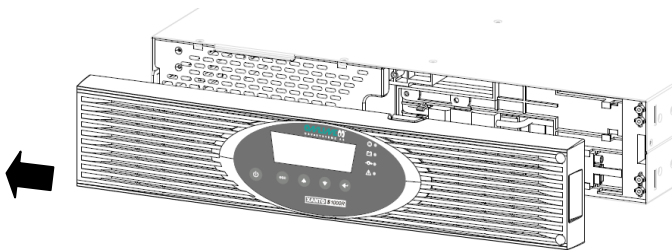

Figura 16: Rimozione del pannello frontale dall'UPS
1. Rimuovere il pannello frontale dell'UPS (vedi Figura 16). Per rimuovere il pannello, allentare e rimuovere entrambe le viti sul lato destro del pannello. Afferrare il pannello da due lati, spingerlo verso sinistra e rimuoverlo dal cabinet dell'UPS.